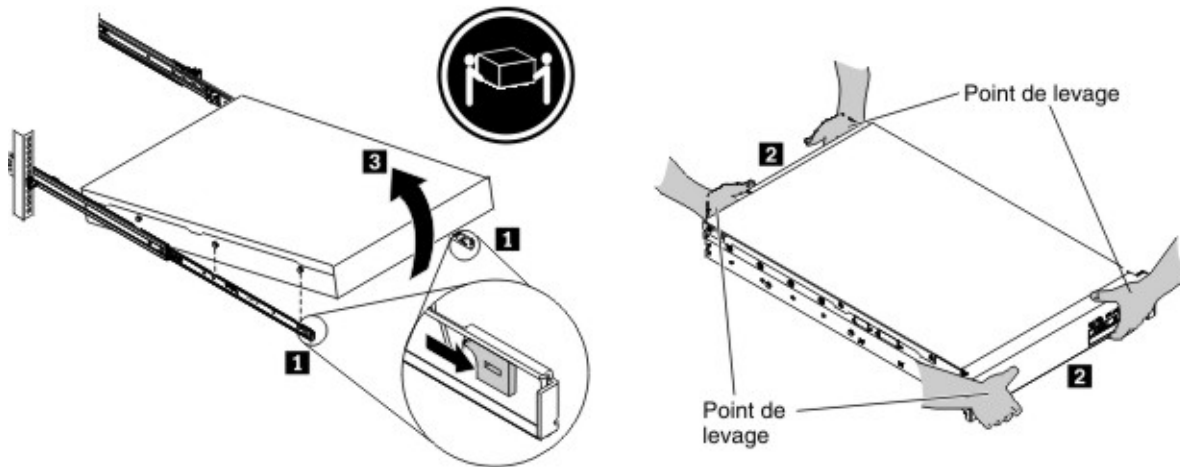

Figure 29. Déverrouillage et pivotement de l'avant du dispositif
Remarque : Deux personnes doivent soulever le dispositif en plaçant les mains comme dans indiqué par le repère **2** dans la figure 29, à la page 71.
1. Déverrouillez l'avant du dispositif et faites-le pivoter, comme illustré dans la figure 29.